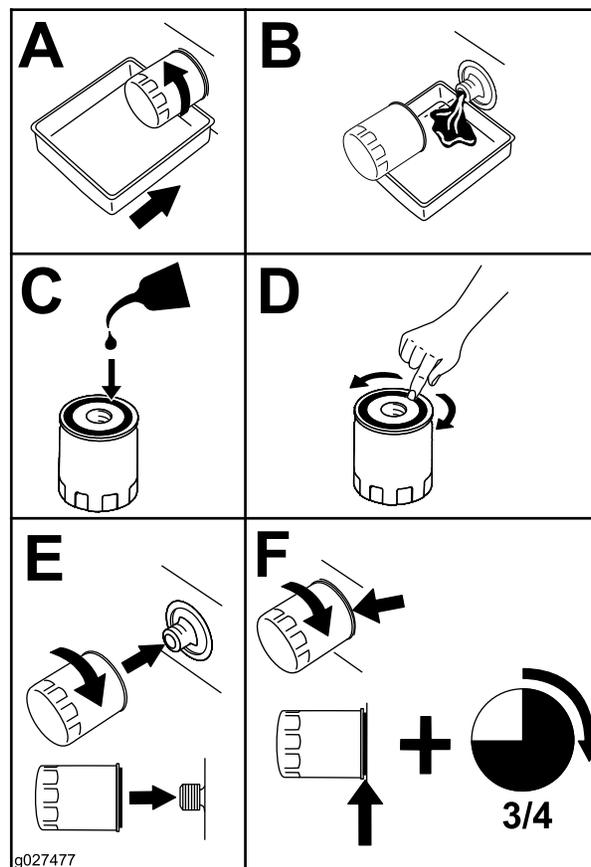

Рисунок 42
2. Замените масляный фильтр двигателя (Рисунок 42).